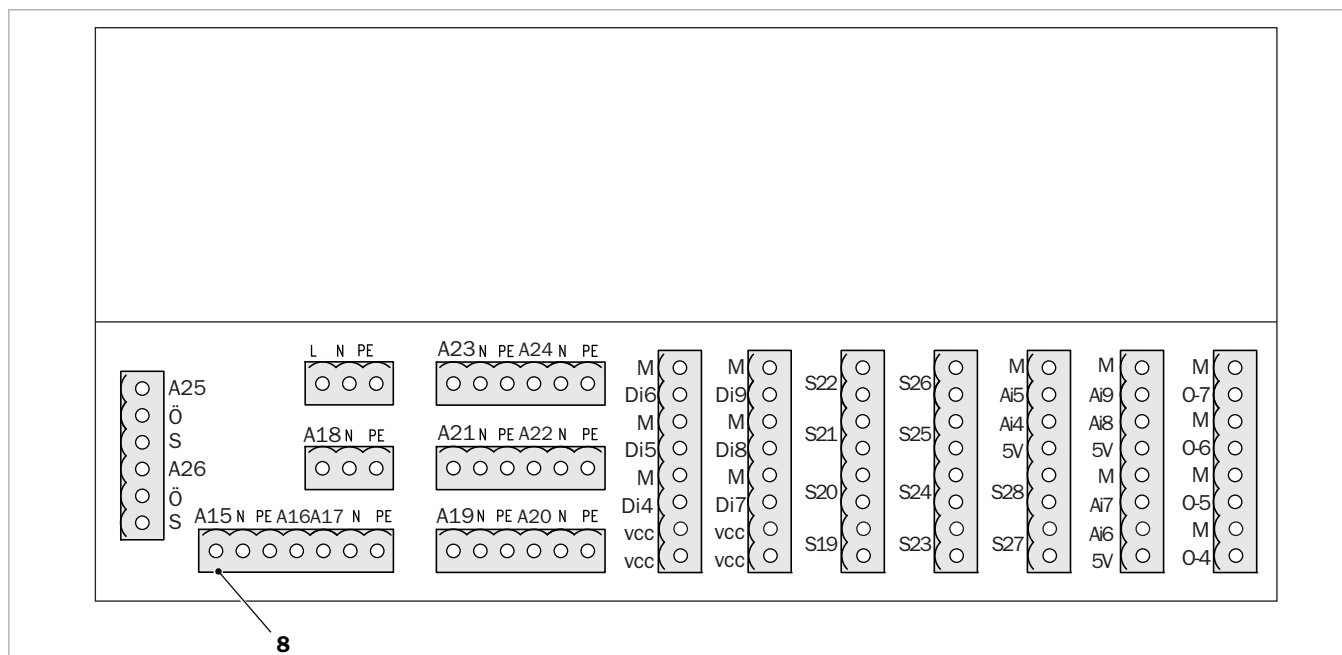

Fig. 21: Platina adicional
3. Saque los conectores de las bombas de (2 - 7) del módulo de red, así como (8) de la platina adicional (→ fig. 21) y conéctelos en (2 - 8) del árbol de cables para casos de emergencia.